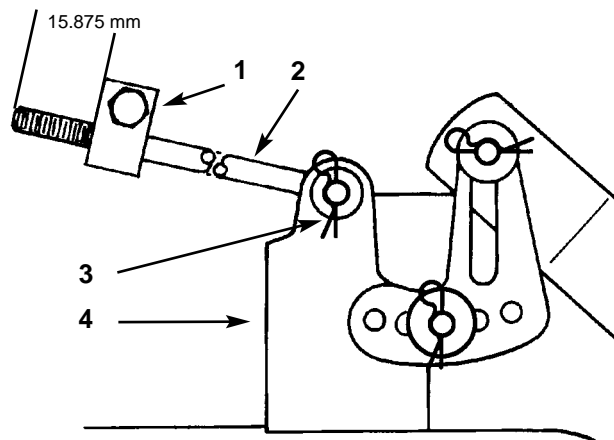

Figure 51
enlever la goupille fendue et la rondelle de l'extrémité de la tige (Fig. 51), puis tourner la tige jusqu'à obtention de 15,875 mm. Installer ensuite l'extrémité de la tige dans le trou du support de montage de la tondeuse et la fixer en place avec la rondelle et la goupille fendue. Répéter cette opération de l'autre côté de la tondeuse.
5. Mesurer la longueur de la tige qui dépasse à l'avant du bloc de réglage sur les côtés du châssis (Fig. 51). Si la longueur n'atteint pas 15,875 mm,